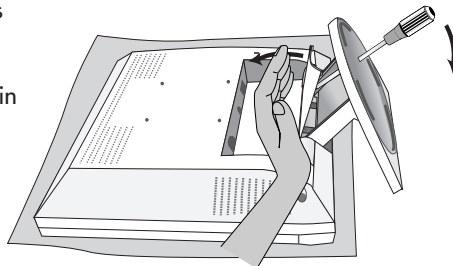

Figure R.1
2. Placez le moniteur la face vers le bas sur une surface non abrasive. Insérez un vis conducteur (ou objet) similaire dans le trou sur le bas de stand. Vu à dans l'image, tiens le stand couvre dans main et ascenseur up graduellement by le bâton ultérieurement remove (Figure R.1).